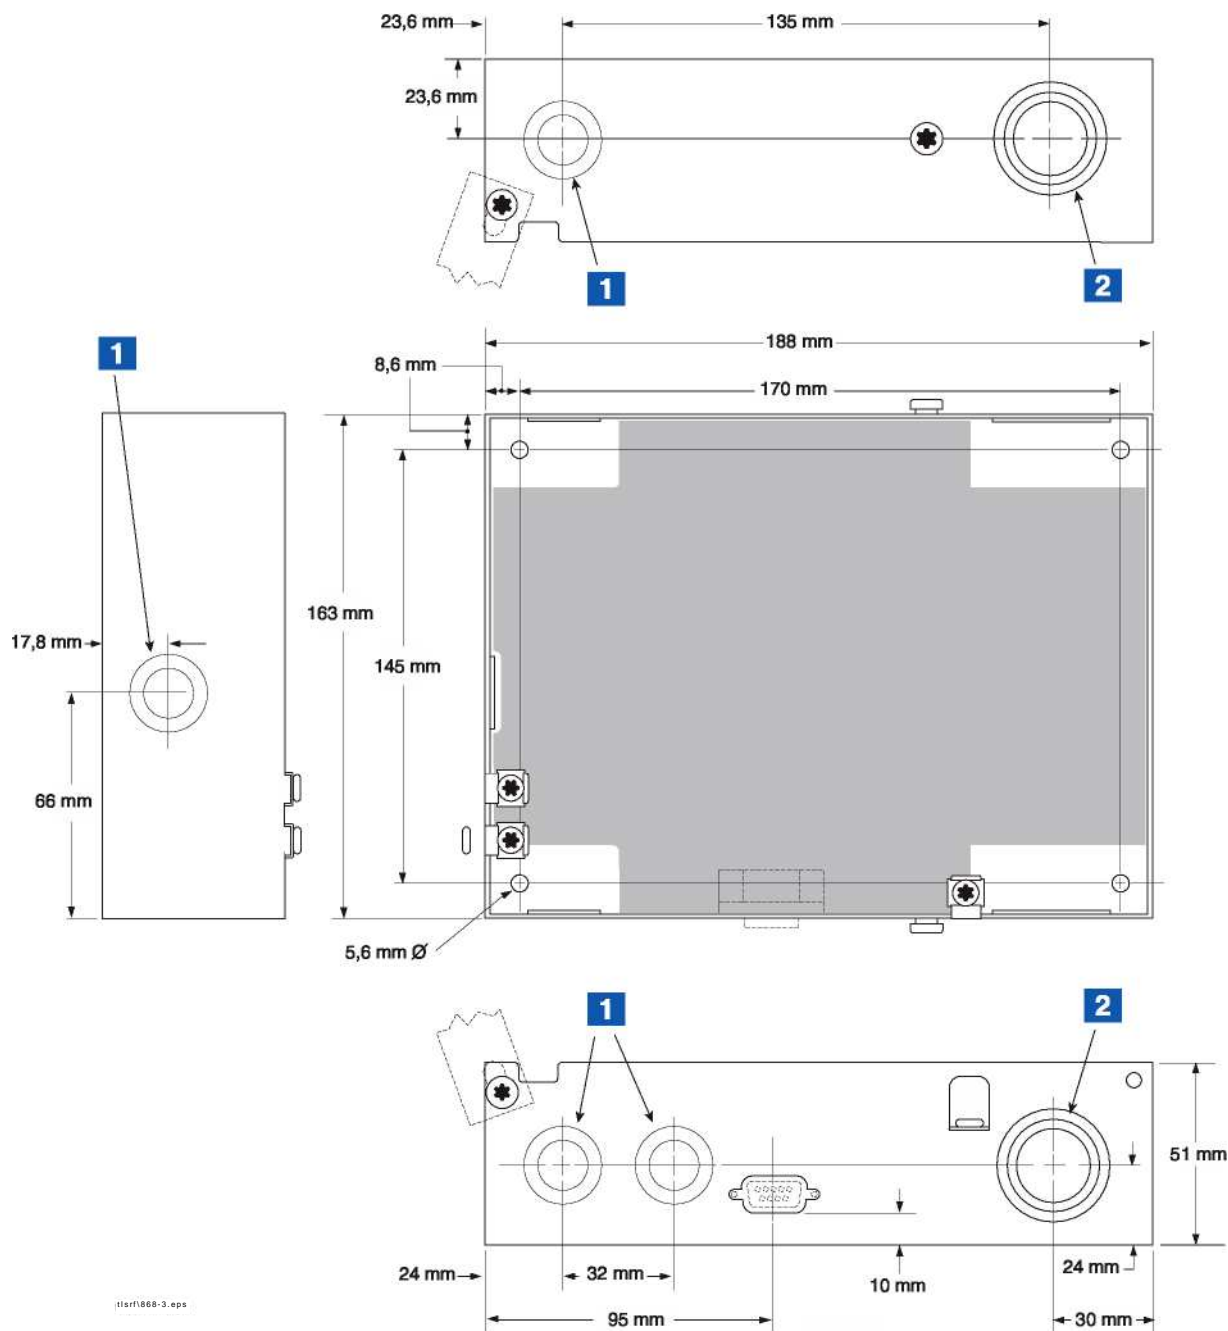

Figura 3. Dimensioni della console e fori predisposti per l'ingresso dei cavi
Le dimensioni del TLS RF sono mostrate in figura 3.
LEGENDA BOX NUMERATI IN FIGURA 3
La figura 5 illustra il montaggio raccomandato dell'unità. Installare i dispositivi di fissaggio dell'unità alla superficie di montaggio usando i fori (170 x 145 mm) mostrati in Figura 3. Possono essere usate viti di montaggio di diametro sino a 4,7 mm.
Installare il condotto metallico tra il foro superiore predisposto sull'unità e il pannello di alimentazione. La figura 3 mostra i tre fori designati (in alto, a sinistra, e in basso) attraverso cui il cablaggio di alimentazione può entrare con sicurezza nell'unità.
Collegare il condotto dal pannello elettrico solo ai fori predisposti per l'area elettrica dell'unità (1 in alto e 2 in basso, vedi Figura 3).
<p>1. Collegare il cavo di terra del telaio (2,5 mm²) al capocorda di terra.</p> <p>2. Conduttore protettivo di terra (verde e giallo). Collegare il cavo di terra da 4 mm² al capocorda di terra. La terra deve essere la stessa dell'alimentazione e meno di 1,0 ohm a terra.</p> <p>3. Cavi input alimentazione CA (2,5 mm²) a terminali input CA.</p> <p>4. NOTE CABLAGGIO ALIMENTAZIONE:</p> <ul style="list-style-type: none"> - Il diametro della terra deve essere di almeno 4mm². - Accertarsi che la resistenza elettrica tra il capocorda di terra dell'unità ed una buona terra nota sia meno di 1 ohm. - Collegare i fili di alimentazione elettrica nel pannello elettrico ad un circuito separato dedicato. - Valori elettrici di input nominali - 120 o 240 V CA, 50/60 Hz, 2 ampere massimo. - Vedere in Figura 3 le posizioni dei fori di ingresso del cablaggio elettrico nell'unità. Il cablaggio elettrico deve entrare solo tramite le aree previste. <p>5. Lato intrinsecamente sicuro</p> <p>6. Lato alimentazione</p> <p>7. Porta diagnostica RS-232:</p> <ul style="list-style-type: none"> - Baud rate - 9600 - Lunghezza dati - 8 - Parità - Nessuna - Stop bit - 1
- Vedere in Figura 3 le posizioni dei fori di ingresso del cablaggio elettrico nell'unità. Il cablaggio elettrico deve entrare solo tramite le aree previste.